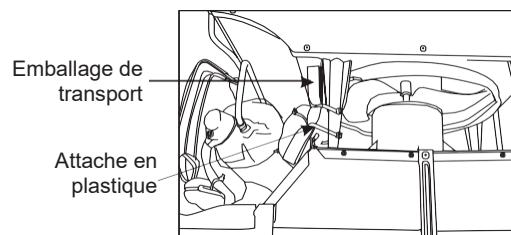

Fig. 7
10. Votre appareil peut être équipé d'un emballage interne. Cet emballage doit être retiré avant d'installer à nouveau le climatiseur dans le caisson. (Voir Fig. 7.)